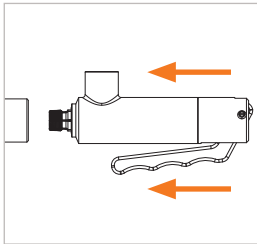

Abbildung 6
- ▶ Stecken Sie den Adapter mit gedrückten Handhebel (Pos. 2) gerade und soweit in den Prüfling ein, bis die Frontdichtung (Pos. 7) den Prüfling berührt (Abbildung 6). Dadurch wird eine Beschädigung der Frontdichtung durch eventuell scharfe Kanten am Prüfling vorgebeugt und das richtige Anschließen gewährleistet.